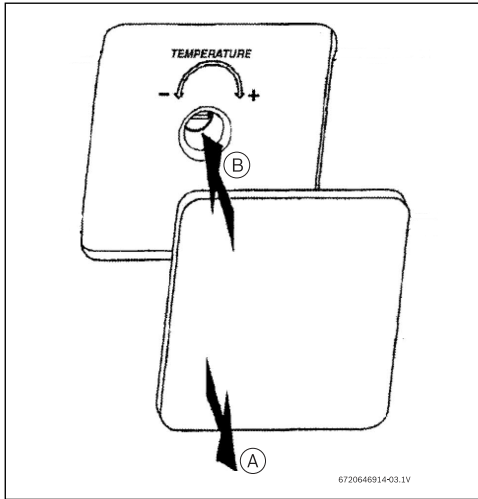

Fig. 7 Eje de ajuste de temperatura
Si la temperatura requerida es diferente de la configuración de fábrica, gire el eje de ajuste (Fig. 7) hasta que la temperatura de salida sea correcta.
- ▶ Retire la placa de identificación en la dirección de la flecha A (Fig. 7).
- ▶ Ajuste la temperatura con un destornillador en el eje como se muestra en la flecha B (Fig. 7).